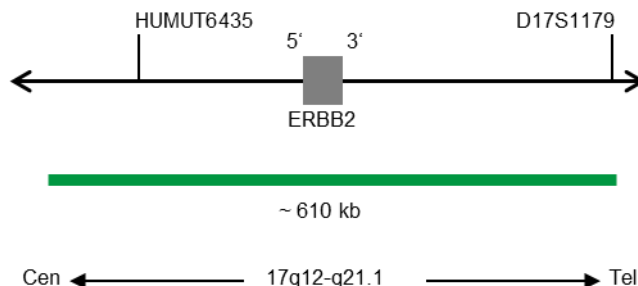

Fig. 1: SPEC ERBB2 Mappa della sonda (non in scala)
- Polinucleotidi (~10 ng/ μ l) marcati con ZyGreen (eccitazione 503 nm/emissione 528 nm), le cui sequenze target mappano in 17q12-q21.1* (chr17:37,572,531-38,181,308) che ospitano la regione del gene ERBB2 (vedere Fig. 1).